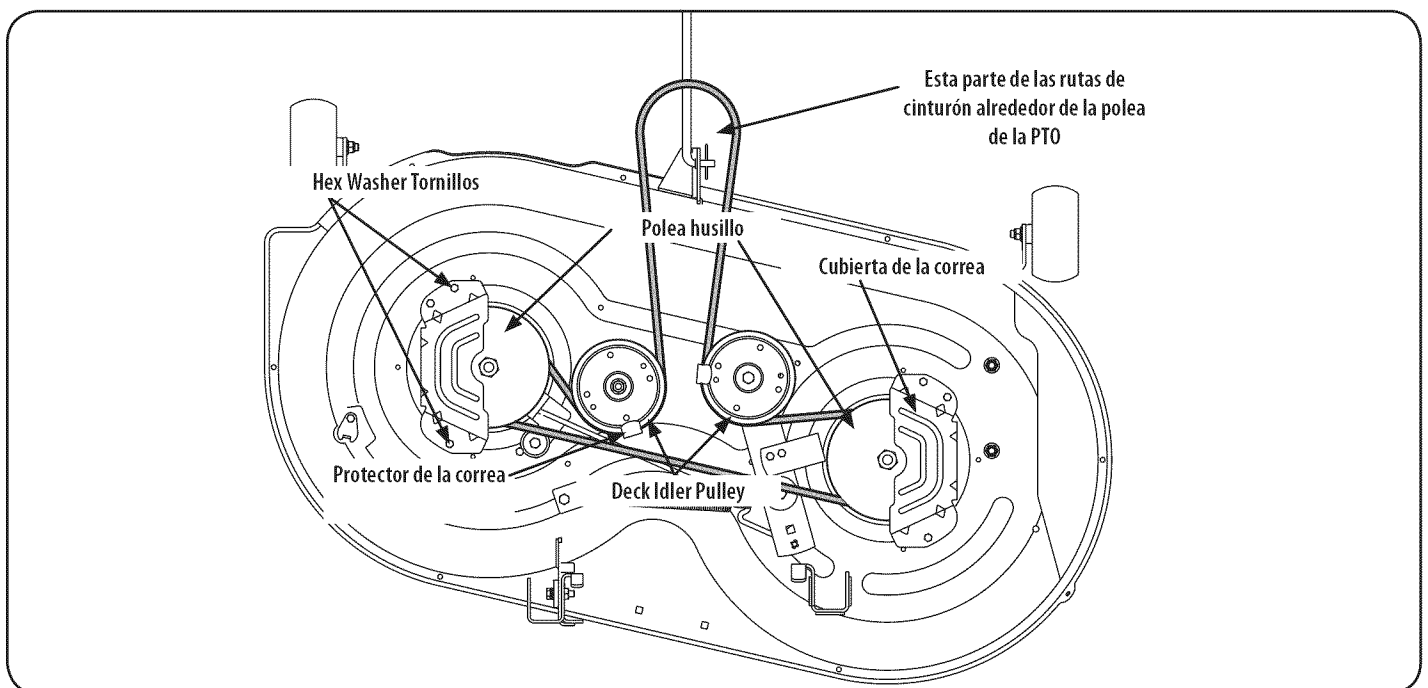

Figura 21
2. Retire la cinta cubre mediante la eliminación de los tornillos hexagonales que sujetan a la cubierta. Véase la Figura 21.
4. Retire con cuidado la cinta de cubierta de alrededor de las dos poleas del husillo y las dos poleas polea tensora de la cubierta. Véase la Figura 21.
5. Para colocar la correa nueva, empieza haciendo que el cinturón alrededor de las dos poleas exterior del huso, como se muestra en la Figura 21.
6. Luego, la cinta de ruta alrededor de las dos polines poleas de la cubierta como se muestra en la Figura 21.
9. Vuelva a instalar la cubierta, asegurándose de que la cinta sigue siendo derrotados en las poleas con las instrucciones. El enrutamiento de banda completa se muestra en la Figura 21.